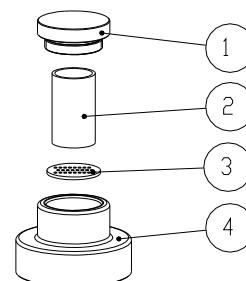

Рис. 3
9.2. Замена фильтровального вкладыша осушителя (Рис.3)
| Замена текстильного фильтровального вкладыша осушителя | Рис.3 | 1 раз в год |